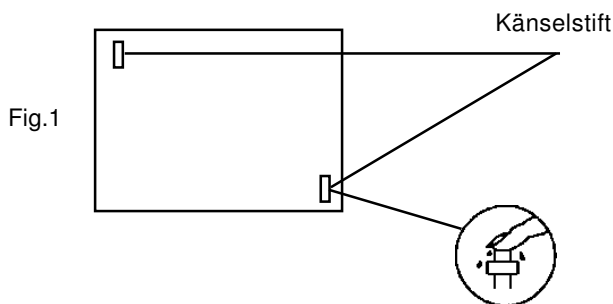

Fig.1
4. Testa detektorn genom att med fingret lätt fukta känslstiften under detektorn (fig.1) eller på änden av vätske-bandet.